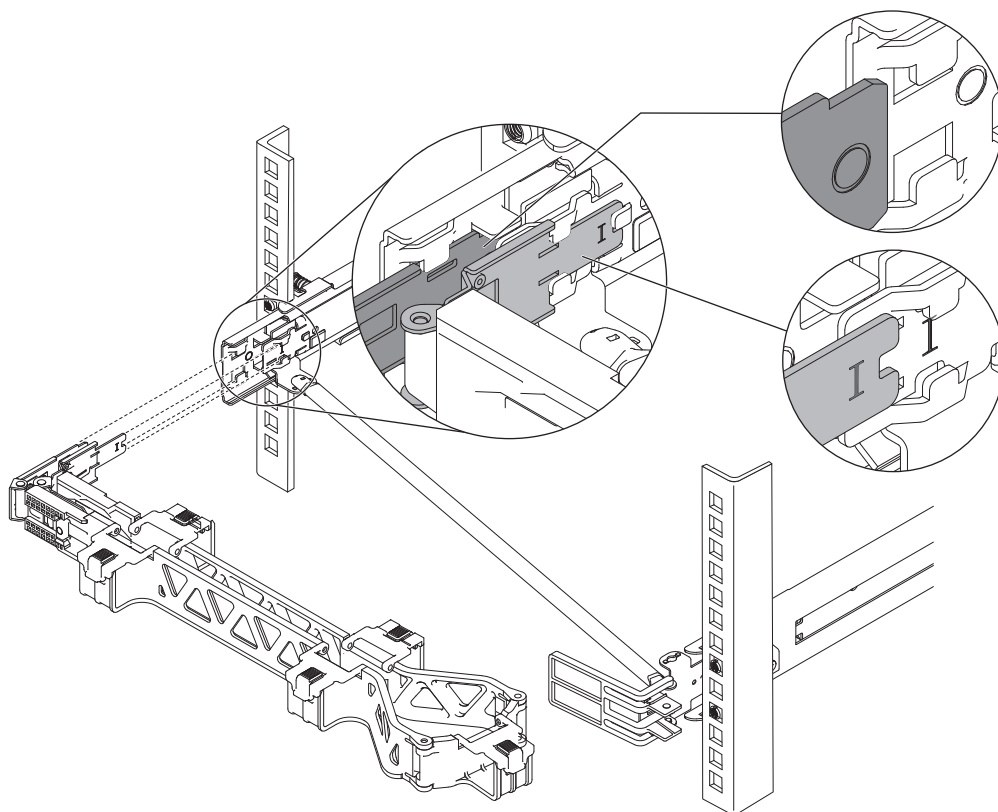

図 13. ケーブル・マネジメント・アーム停止金具の取り外し
6. 33 ページの図 13 に示すように、ケーブル・マネジメント・アーム停止金具を取り外します。